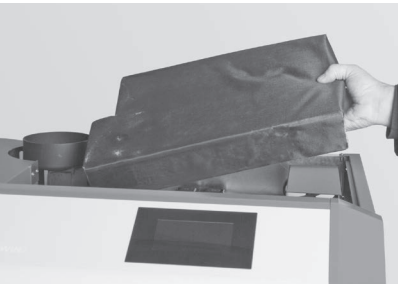

Fig. 63 Isolierung entfernen
► Isolierung über Deckel-Nachheizflächen entfernen – Fig. 63.